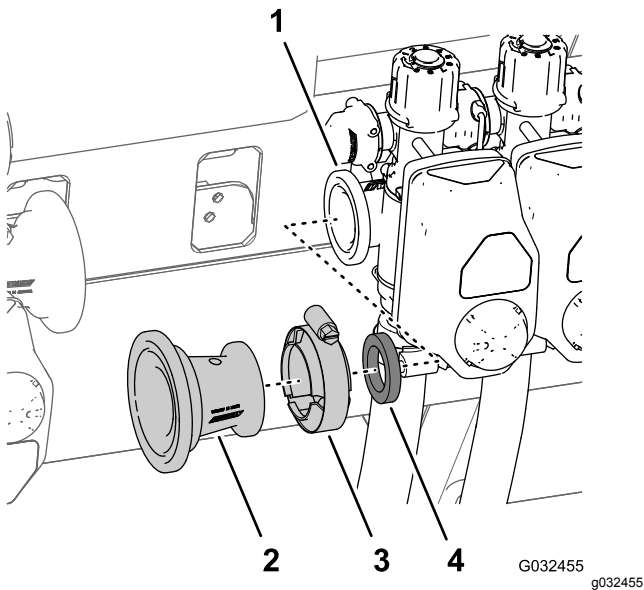

Bild 46
4. Entfernen Sie die Flanschklammer (76 mm), mit der der Reduzierstückadapter und die Dichtung ($2\frac{1}{4}$ ") am Flansch des linken Auslegerabschnittventils befestigt sind, und nehmen Sie den Adapter, die Klammer und die Dichtung von der Maschine ab (Bild 46).